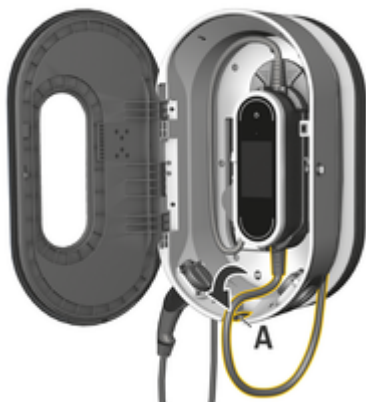

Fig. 19: aggancio dell'unità di comando
3. Far passare il cavo della vettura attraverso l'apertura A (Fig. 19) e avvolgere attorno al dock di carica la lunghezza del cavo non utilizzata.